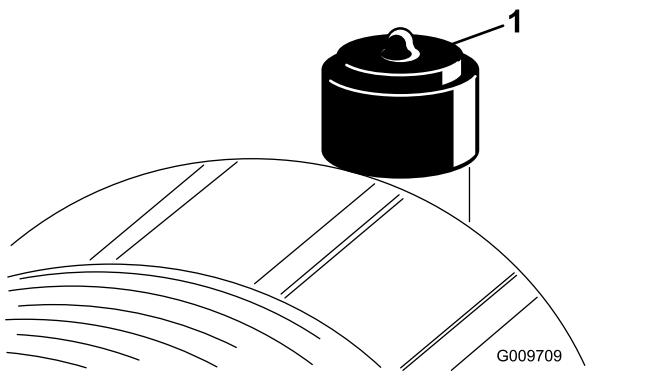

Рисунок 52
Обслуживание фильтра воздухоочистителя следует производить только при соответствующих показаниях индикатора необходимости технического обслуживания (Рисунок 52).
- Сбросьте индикатор (Рисунок 52), если он стал красным.